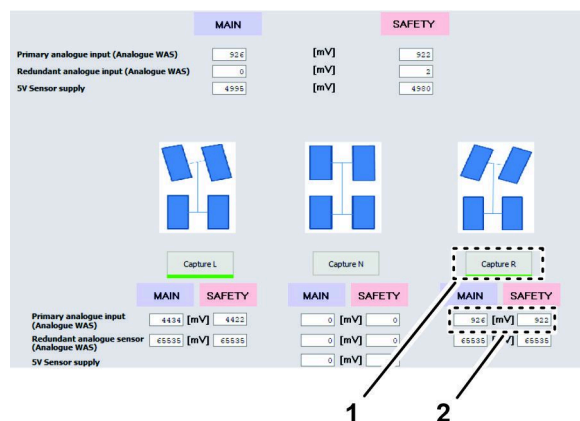

Figura 149
6. Clique no ícone CAPTURE R (Figura 149).